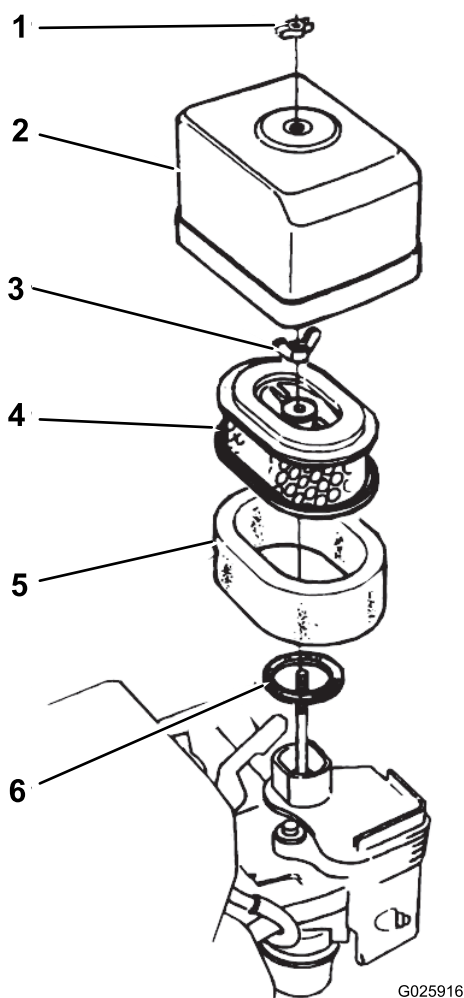

図 30
2. エアクリーナカバーをエアクリーナ本体に固定している蝶ナットを取り、カバーを外す **図 30**。
5. エアクリーナにエアクリーナのカバーを取り付ける蝶ナットを使用 **図 30**。
1. エアクリーナカバーをエアクリーナ本体に固定している蝶ナットを取り、カバーを外す **図 30**。
2. エアフィルタの蝶ナットを取り、フィルタを外す **図 30**。
3. ペーパーフィルタからponge元素を外す **図 30**。
1. ペーパーエレメントにスポンジエレメントを取り付ける 図 30。
2. ガasketが磨耗や破損していないか点検する 図 30。
3. ガasketをキャブレターの吸気口に正しく取り付ける 図 30。
4. エアフィルタのエレメントをキャブレターに蝶ナットで取り付ける 図 30。
5. もう一つの蝶ナットで、エアクリーナカバーをキャブレターに取り付ける 図 30。